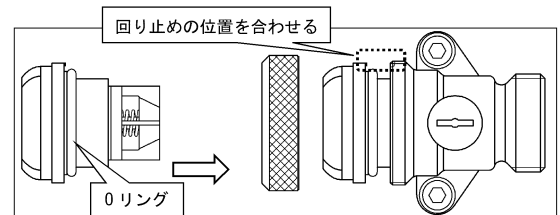

図 10
- ④ メータ受けに 0 リングが付いている事を確認し、逆止弁をはめ、逆止胴に取り付けます。この時、メータ受けの回り止めと逆止胴の回り止めの位置を合わせて下さい。(図 10 参照)